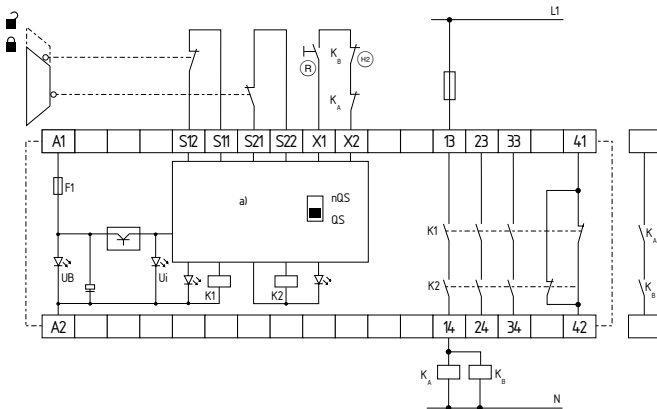

Abb. 4
zwangsöffnend; mit externem Reset-Taster (R) (siehe Abb. 4)**